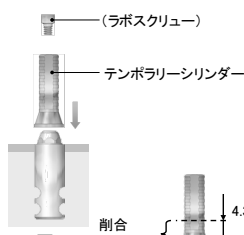

図3
- (1) テンポラリーシリンダーを模型上のアナログに固定する(図3)。
- (2) 模型上で対合関係、補綴物のデザインを考慮し、必要に応じてテンポラリーシリンダーを削合・調整する^{注1)}。